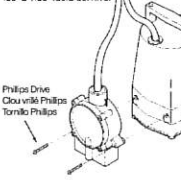

Figure 1
1. Consulter la Figure 1 pour l'installation de la pompe 5-MSP de Little Giant. Fixer le RS-5LL directement au boîtier de la pompe 5-MSP à l'aide des deux vis Phillips fournies, tel qu'indiqué à la Figure 1. Utiliser les attaches de câble fournies pour fixer les cordons d'alimentation ensemble. Pour s'assurer du bon fonctionnement de